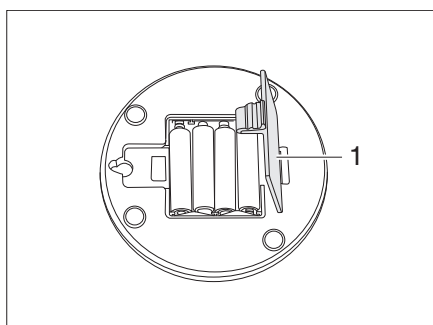

Fig. 109 Lampada nel tetto sollevabile
- Aprire il vano batterie (Fig. 109,1) e togliere le batterie.
- Collocare batterie nuove e chiudere il vano batterie (Fig. 109,1).